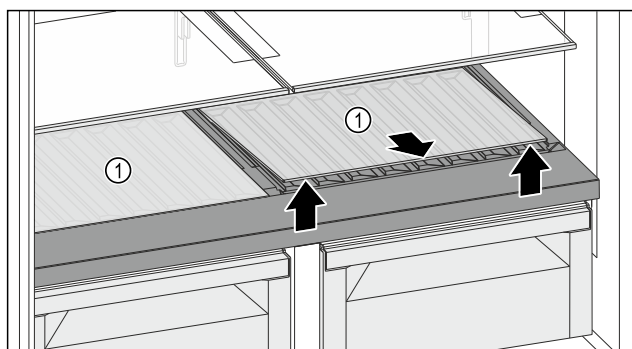

Fig. 113
- Jedną lub obydwie płyty szklane Fig. 113 (1) podnieść z przodu przy zagłębieniu i wyciągnąć.
- Przechować płytę(y) szklaną(e) Fig. 113 (1) w bezpiecznym miejscu poza urządzeniem.